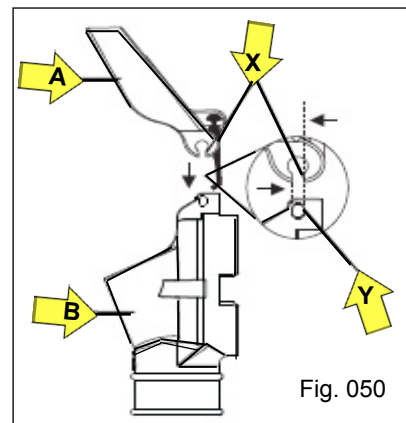

Fig. 050
a) Incline a tampa do bocal "A" de forma que a mesma fique alinhada com a face plana do canal oblongo "X", direcionando ao encaixe "Y" do pino do bocal (Fig. 050);